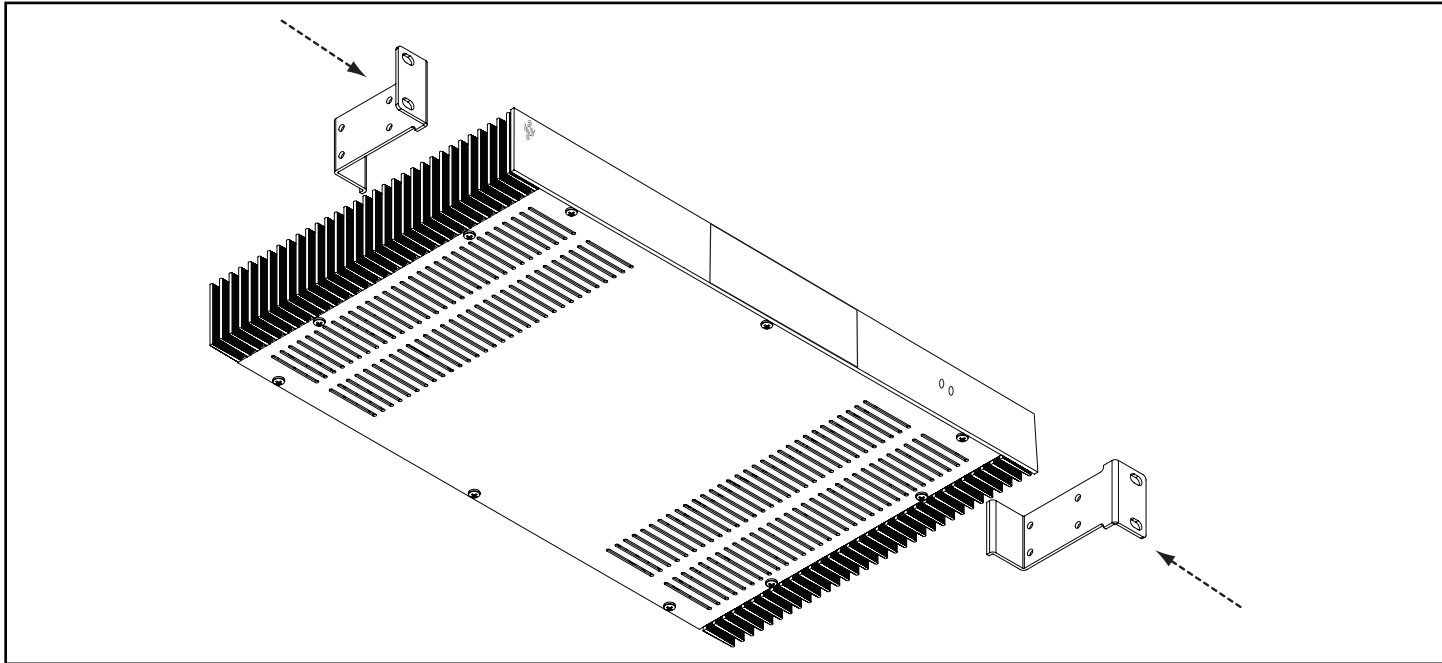

Figura B-1
1. Deslice el equipo para montaje en bastidor en el chasis del A275 desde la parte frontal tal como se indica en la **Figura B-1**.